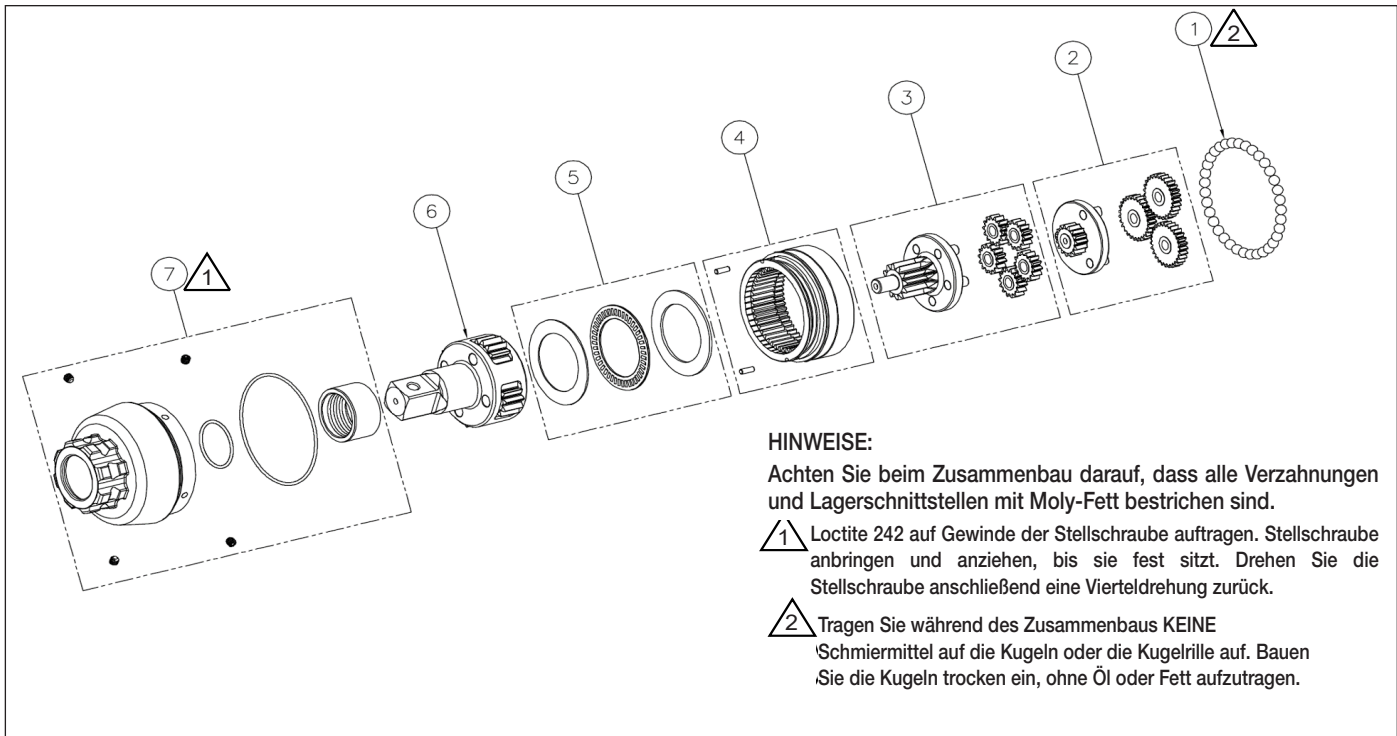

Abbildung 9: TW500SR Getriebe-Baugruppe
9.4.1 Tabelle der Teile (Abbildung 9)